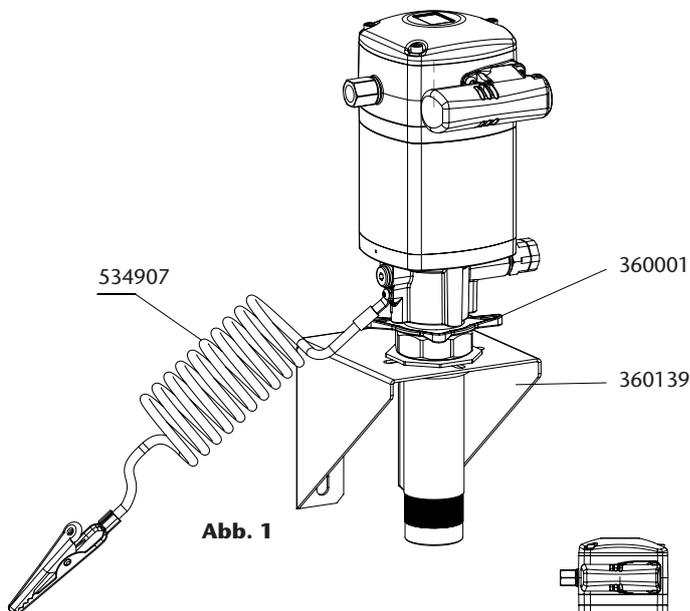

Abb. 1
- a. Настенный монтаж с помощью соединительного переходника. Установить насос на настенный кронштейн (360140) и закрепить его соединительным переходником (360001) (рис. 1).